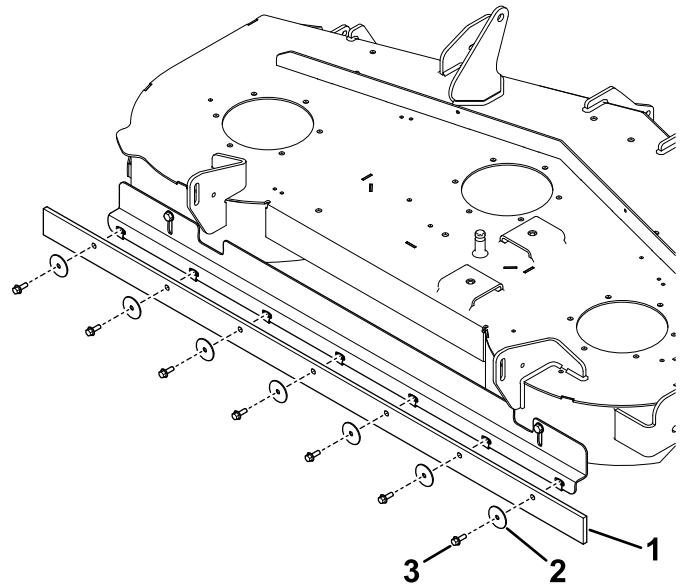

Figura 5
7. Instale o limpador no suporte utilizando 7 parafusos ($\frac{1}{4} \times \frac{3}{4}$ pol.) e 7 anilhas (Figura 5).